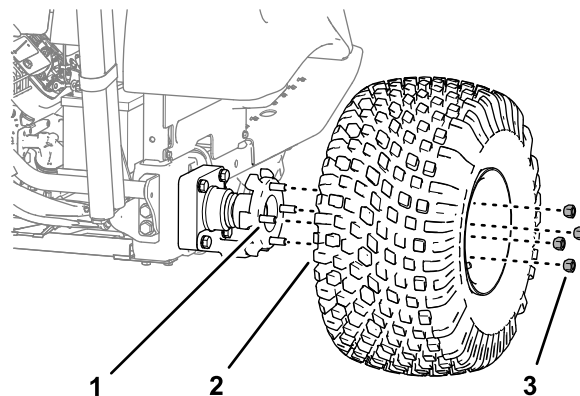

図 30
2. ホイールをハブに固定しているホイールナット4個を外してホイールとタイヤを取り外す 図 30。
7. ホイールハブのスタッドにホイールとタイヤを組み付ける 図 30ステップ2で外したホイールナット4個を使用し、ナットを手締めする。